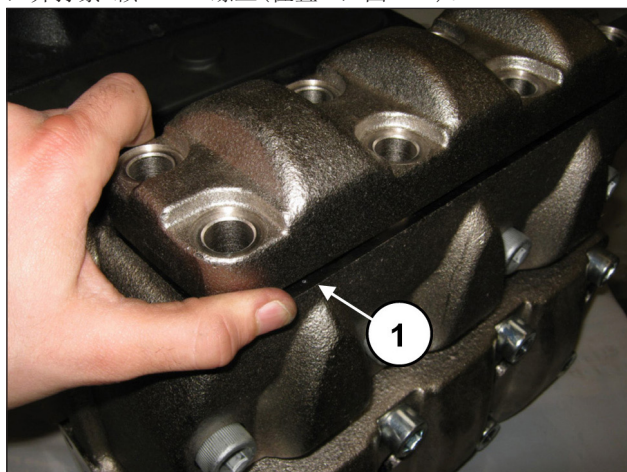
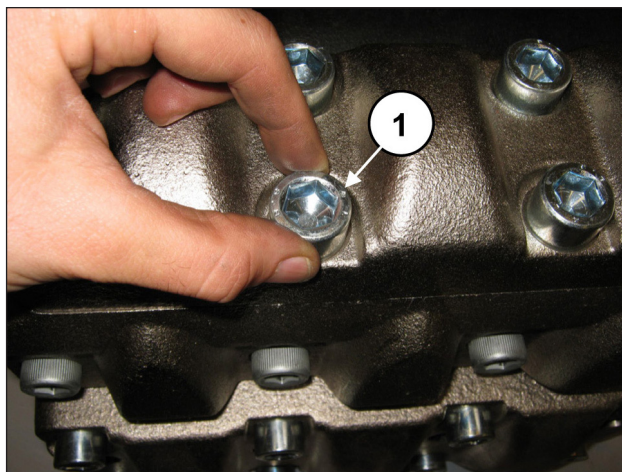

图 161
图 162
排出阀组安装完毕后，盖上排出阀的盖子(位置①，图 161)，并拧紧8颗M16x45螺丝(位置①，图 162)。